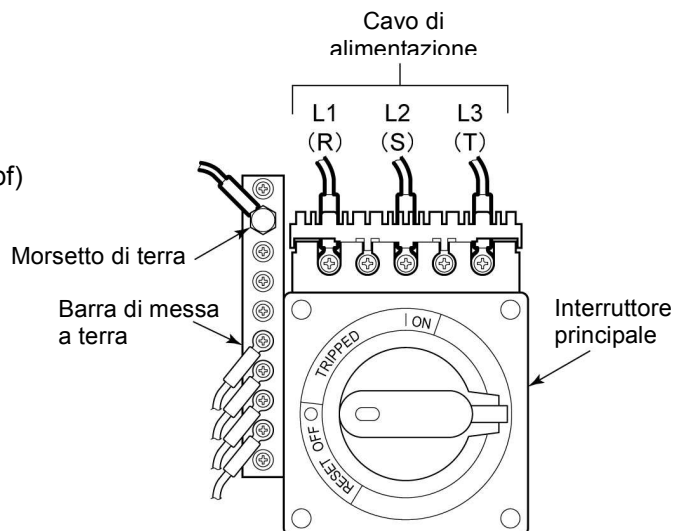

Figura 3-10 Collegamento del cavo di alimentazione e morsetto di terra
- Fissare il connettore della tubazione con una chiave serratubi e applicare la coppia di serraggio corretta. Vedere Figura 3-10 a pagg. 3-13.